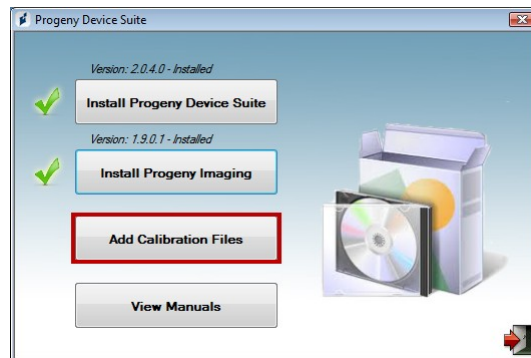

Figure 9 : Installation du fichier d'étalonnage
- Pour ajouter le fichier d'étalonnage sur votre ordinateur, cliquez sur la touche « Ajouter des fichiers d'étalonnage » (Figure 9).